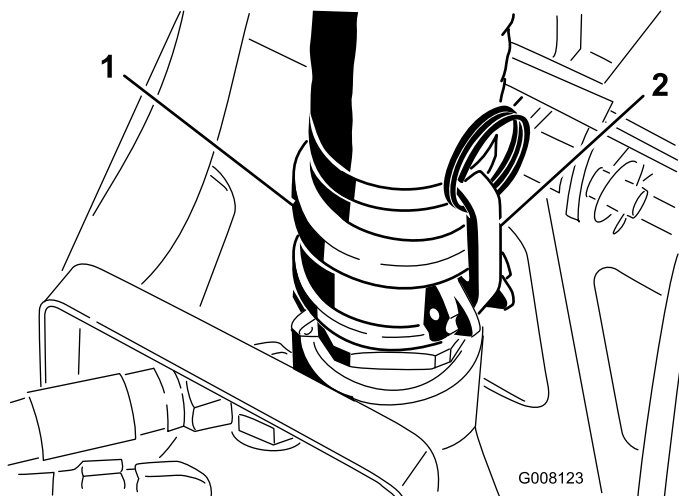

Figura 13
3. Rilasciate i fermi e scollegate il flessibile di scarico dalla pompa (Figura 13).
15. Collegate il flessibile di scarico alla pompa e fissate i fermi (Figura 13).